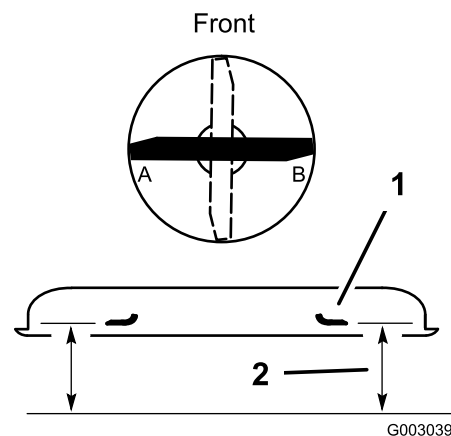

Figure 53
2. Tournez la lame transversalement (Figure 53). Mesurez la distance aux points **A** et **B** (Figure 53) entre une surface plane et le bord coupant des pointes de la lame (Figure 53).